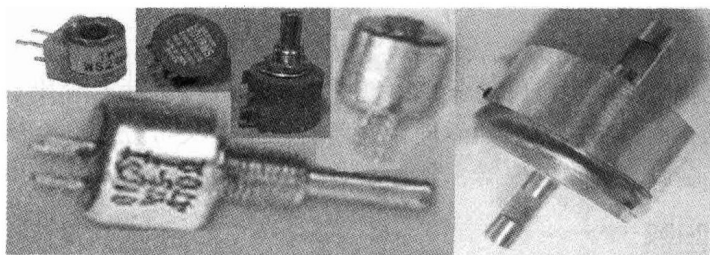

图1-10 实心电位器
2. **实心电位器** 实心电位器的实物如图1-10所示，它包括有机实心电位器、无机实心电位器和导电塑料电位器。其中，有机实心电位器使用最为广泛。